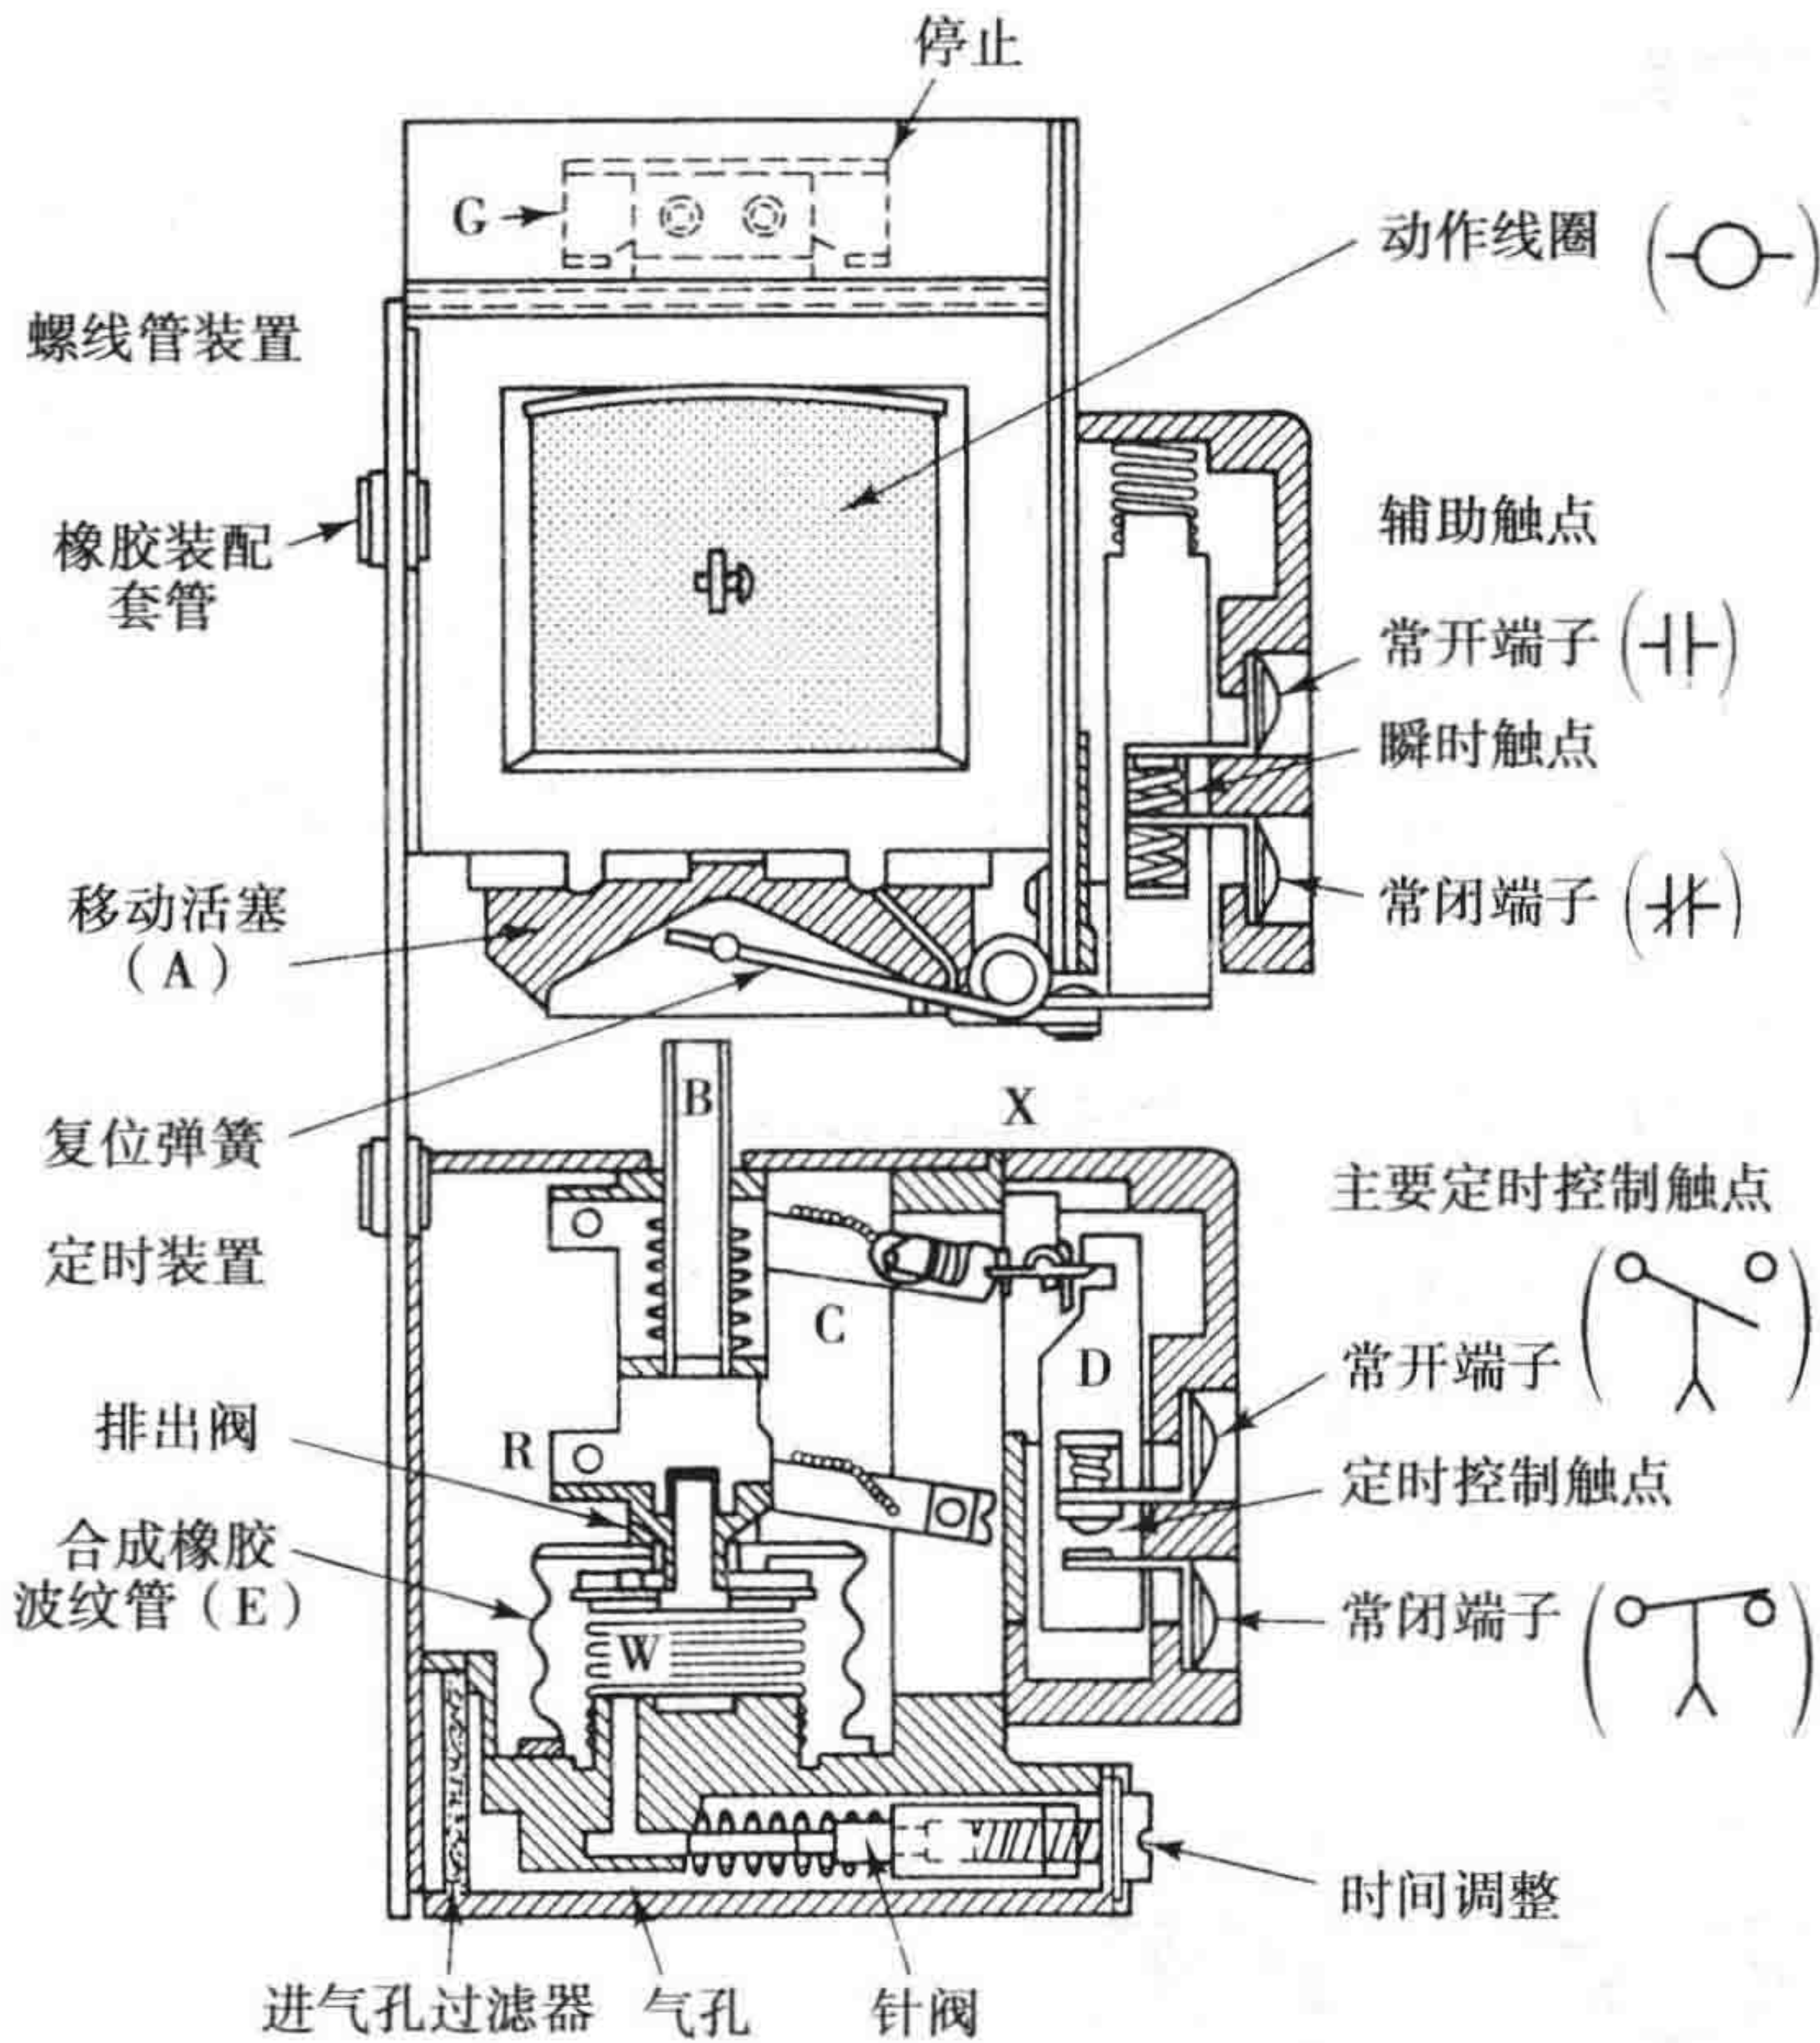
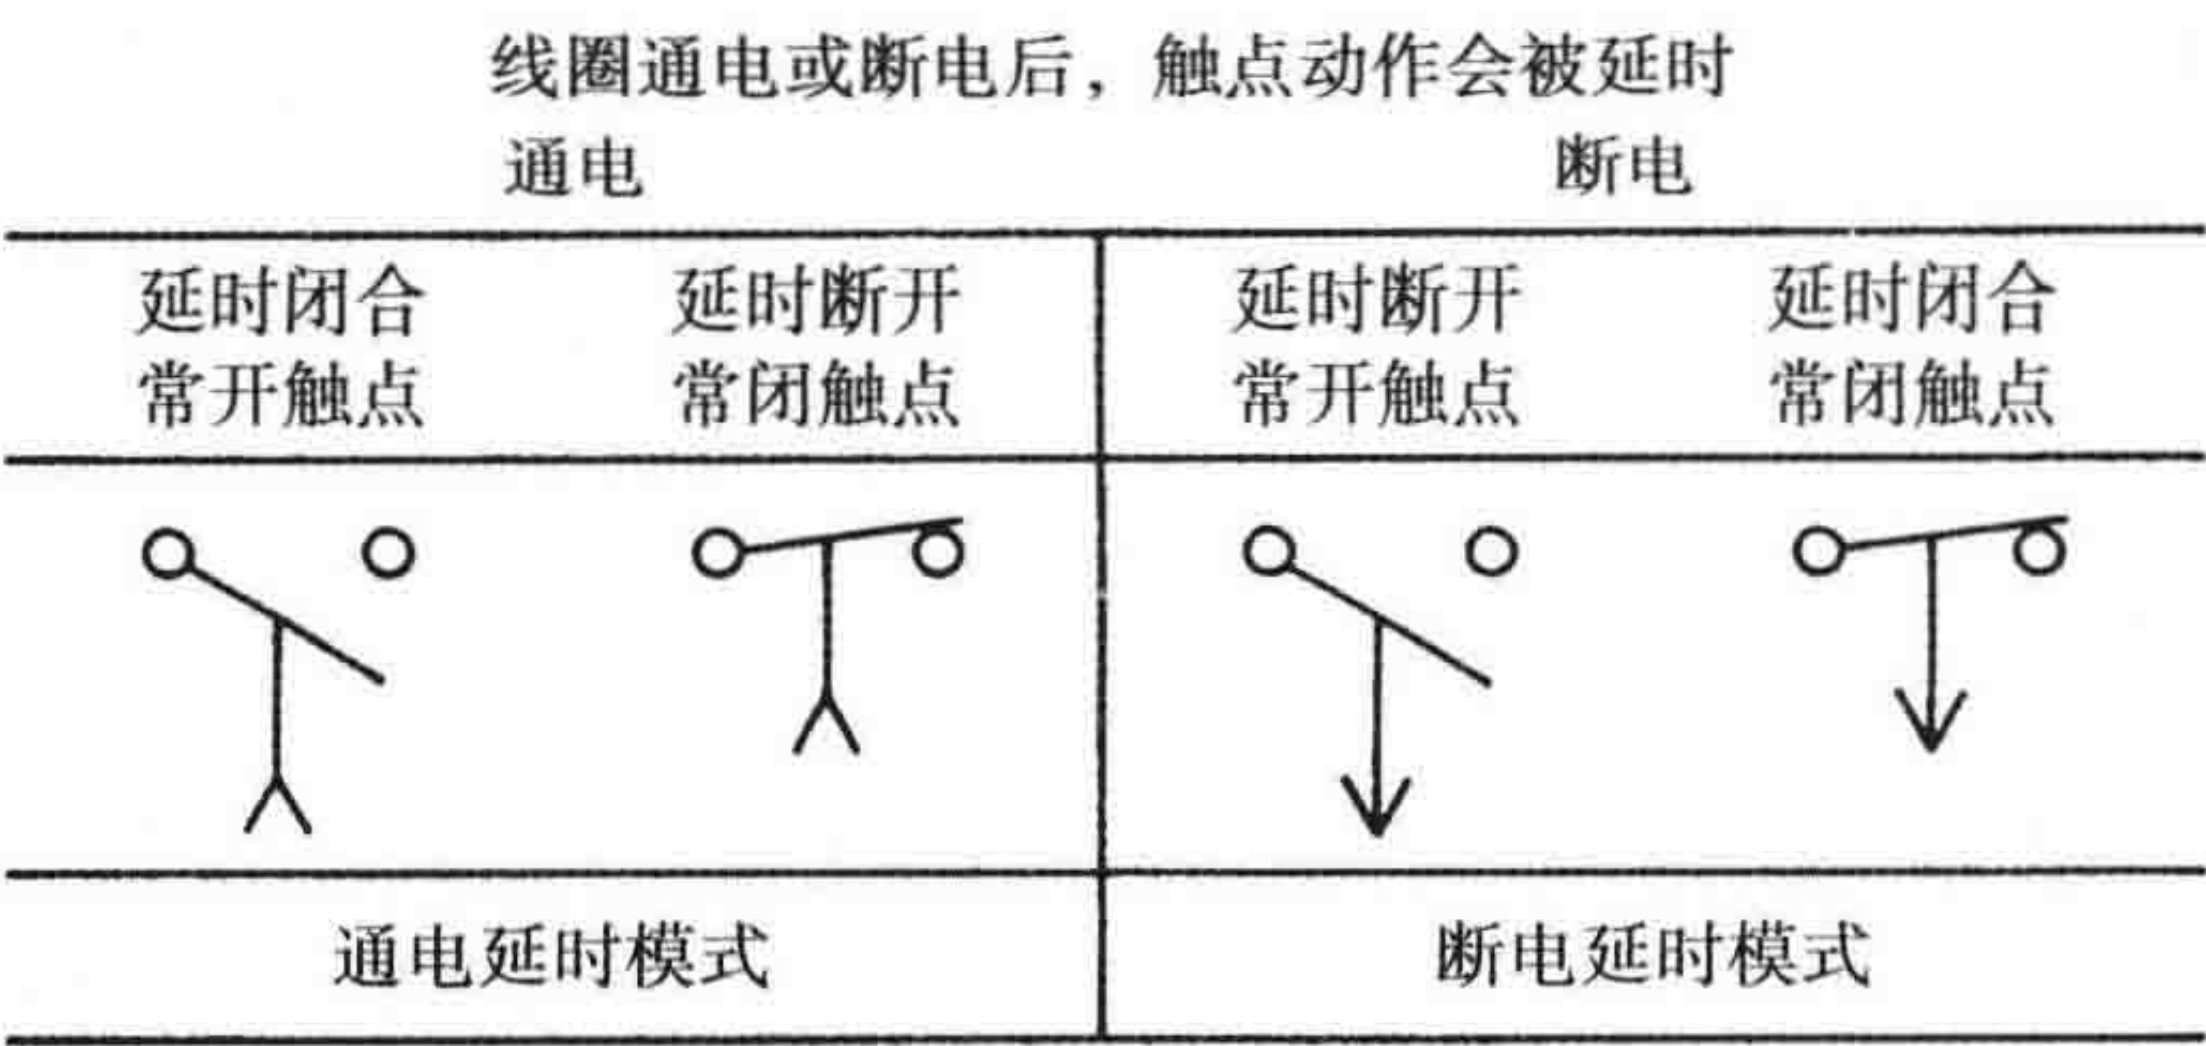

图 9-16 带有通电线圈与定时器延时的交流通电延时定时器 (Allen-Bradley 产品)
图 9-17 定时触点的符号。线圈通电或断电后，触点的动作会被延时
气动式定时继电器可提供两类延时：通电延时，这是指当继电器通电时，产生延时；断电延时，指继电器断电时，产生延时。图 9-16 所示为 Allen-Bradley 的继电器中通电延时的方案。当动作线圈 (O) 得电时，螺线管动作吸合螺线管活塞 (A)，推杆 (B) 上的压力释放。波纹管 (E) 内部有一个弹簧 (W)，弹簧推动推杆 (B) 向上移动。当推杆 (B) 向上移动时，会使不平衡连杆机构 (C) 将快动机械装置 (X) 向上移动，这个动作进而会抬高 (D)，从而控制开关或时间控制触点。
Allen-Bradley 继电器中的断电延时模式如图 9-16 所示，螺线管旋转了 180°。当动作线圈 (O) 得电时，活塞 (A) 被夹住，(G) 推挤 (B)，使波纹管 (E) 被完全压缩。线圈失电会使复位弹簧推动 (A) 向上运动，这也会使 (G) 向上移动，由此使 (B) 受到向下的力。当 (B) 上的压力撤去以后，波纹管 (E) 缓慢地伸展开，这会推动 (B) 向上移动，当 (B) 向上移动时，释放压力，这与通电延时的过程是一样的。(B) 的压力释放会使开关跳闸。图 9-17 所示为定时触点标准原理图中使用的符号。